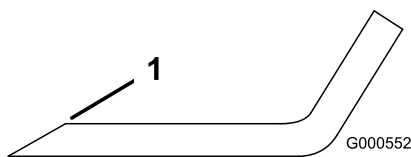

Figura 108
- Utilice una lima para afilar el filo de corte en ambos extremos de la cuchilla (Figura 108).
Nota: Si la cuchilla no está equilibrada, rebaje algo el metal en la parte de la vela solamente (Figura 108).